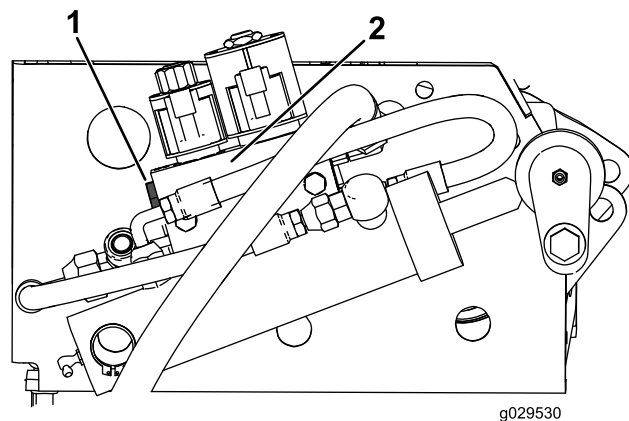

図 18
5. 右フレームにあるデッキ昇降バルブアセンブリを探し出す図 18。
6. バルブアセンブリの左側にあるプラグを外す図 18。